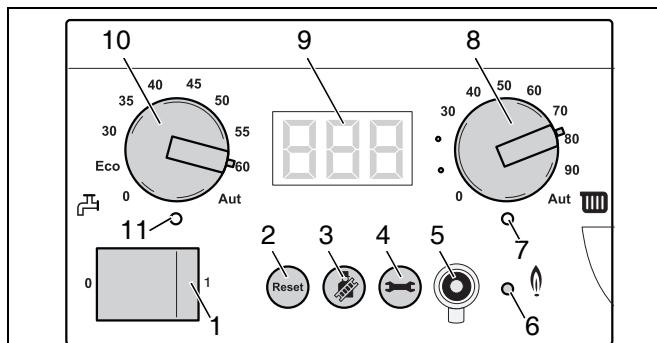

Fig. 75 Regolatore di base BC10
- Agendo sulla manopola "Temperatura massima dell'acqua della caldaia" (fig. 75, pos. 8) regolare il limite superiore della temperatura dell'acqua della caldaia per l'esercizio di riscaldamento (vedere tab. 15).
- Spegnere l'impianto di riscaldamento con l'interruttore di esercizio del BC10 (fig. 75, pos. 1). In questo modo anche il bruciatore viene spento automaticamente.
- Spegnere l'impianto di riscaldamento con l'interruttore di esercizio del BC10 (fig. 75, pos. 1).